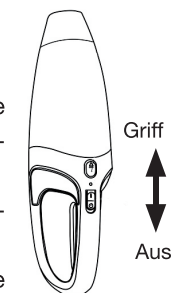

Abbildung 5
3. Um den Staubsauger einzuschalten, stellen Sie den "Ein/Aus"-Schalter auf Position "I" (Ein) (Abb. 5).
4. Stellen Sie den Ein/Aus-Schalter am Ende des Gebrauchs auf die Position "0" (Aus) und setzen Sie den Staubsauger dann wieder auf seinen Ladesockel, um den Akku für den nächsten Gebrauch aufzuladen. (5).
5. Stellen Sie den Ein/Aus-Schalter am Ende des Gebrauchs auf die Position "0"(Aus) und setzen Sie den Staubsauger dann wieder auf seinen Ladesockel, um den Akku für den nächsten Gebrauch aufzuladen (Abb. 5 des folgenden Abschnitts).